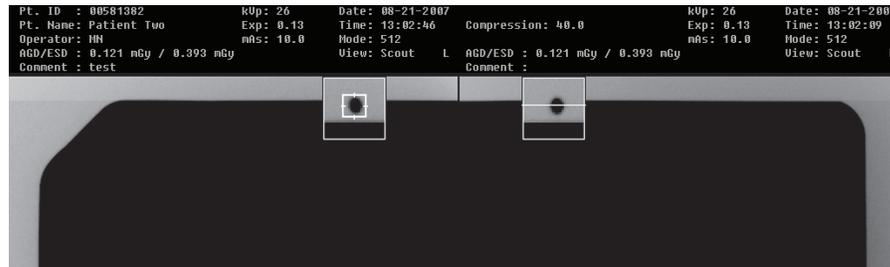

Figura 5-6: Marcación de los cursores de referencia
7. Coloque el símbolo de enfoque exactamente sobre el orificio de referencia de la imagen derecha y, a continuación, haga clic o pulse la tecla **Enter** para marcarlo (Figura 5-6).